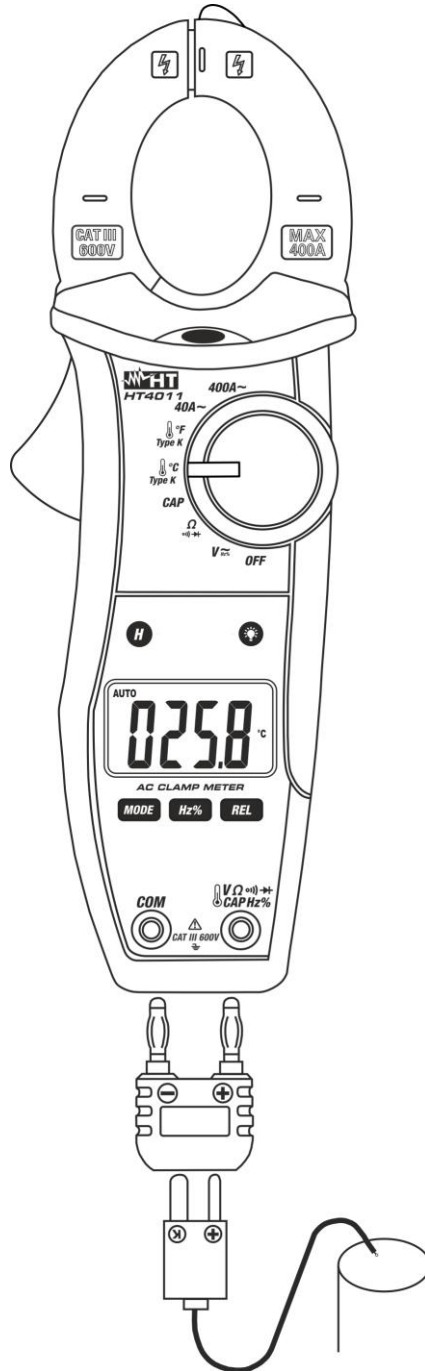

Fig. 9 : Utilisation de la pince pour mesure de température
2. Insérer la sonde à fil de type K de dotation dans les bornes d'entrée **VΩ°C → CAPHz%** et **COM** par l'adaptateur correspondant, en respectant la polarité montrée en Fig. 9. La valeur de température apparaît à l'écran.